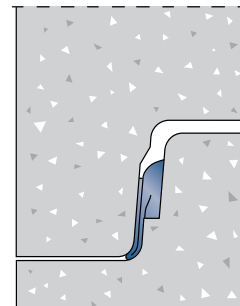

Bild 3
b.) Den Schachtring zentrieren und die Muffe über den Dichtungsring heruntergleiten lassen (Bild 3).